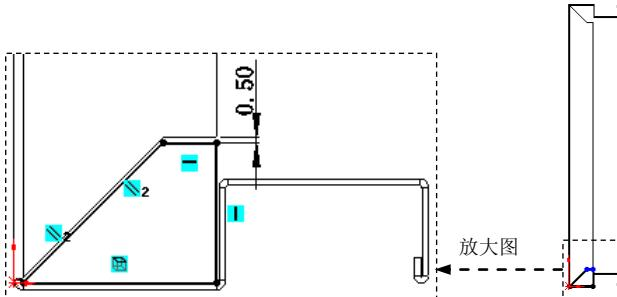

图 17.6.20 横断面草图
- (5) 编辑边线一法兰 10 的草图。在设计树中的 **边线一法兰 10** 上右击，在系统弹出的快捷菜单中单击 命令，系统进入草图环境，绘制图 17.6.20 所示的草图。退出草图环境，此时系统完成边线一法兰 10 的创建。